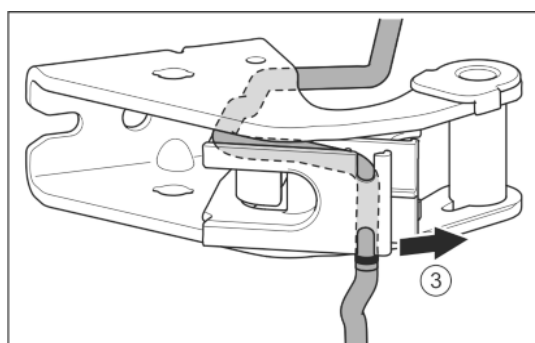

Fig. 29
- ▶ Высвободить кабель из направляющей. Fig. 29 (3)